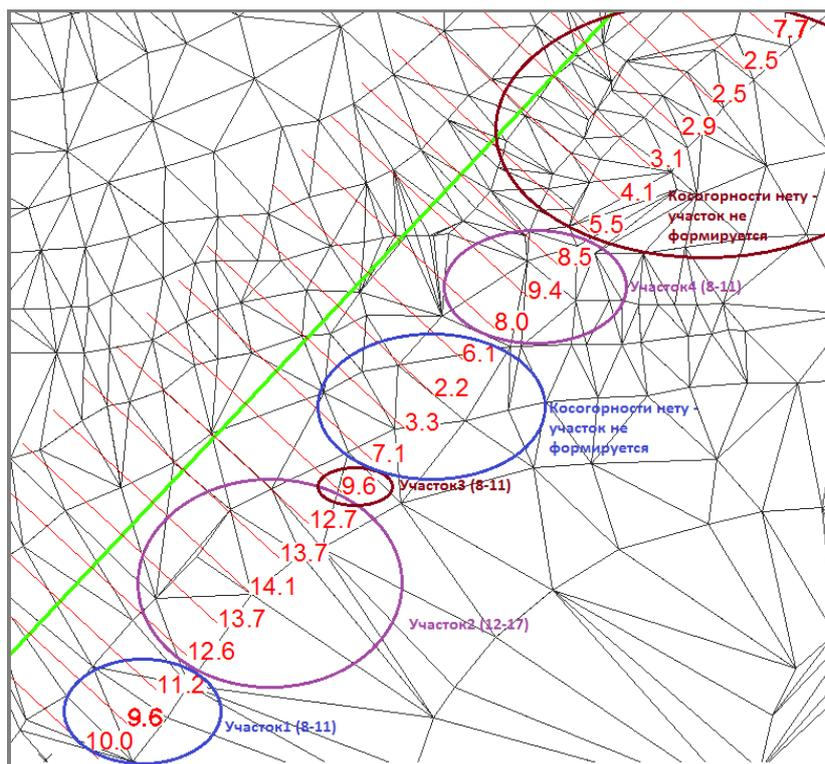

Рис. 107 Пример формирования участков при заданных градациях 8° , 12° , 18° , 30°
3. Группирование уклонов в участки согласно указанным пользователем градациям. Например, $8^\circ - 11^\circ$, $12^\circ - 17^\circ$, $18^\circ - 30^\circ$, $>30^\circ$ (см. рис. 107).